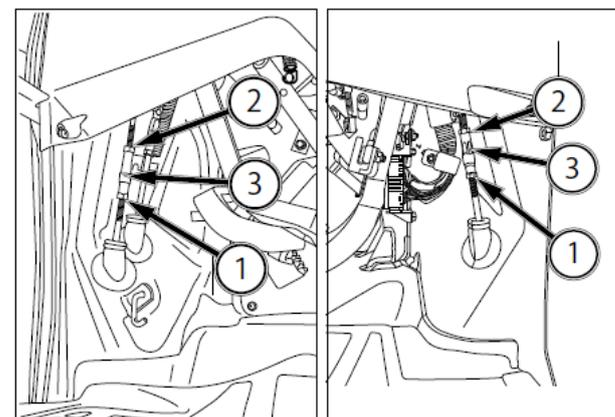

FIG. 232
FIG. 232: Afloje las tuercas de bloqueo (1) (rosca derecha) y (2) (rosca izquierda). Ajuste el manguito (3) para obtener el recorrido de pedal de freno correcto. Repita el procedimiento con el otro freno para que el recorrido sea igual para los pedales. Apriete las tuercas de bloqueo contra los manguitos.